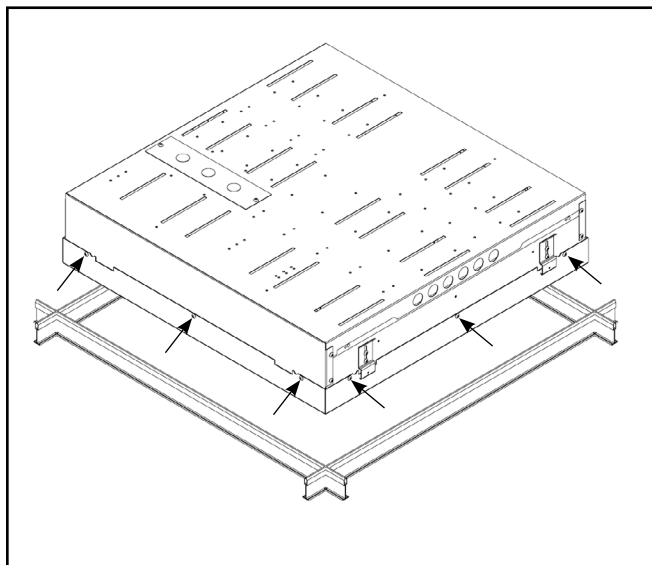

Figure 5.
1. Pour entretenir le luminaire, retirez-le de la grille en T pour accéder aux cartes DEL. Retirez le couvercle de la porte du luminaire (12 vis; 3 par côté) (figure 5).